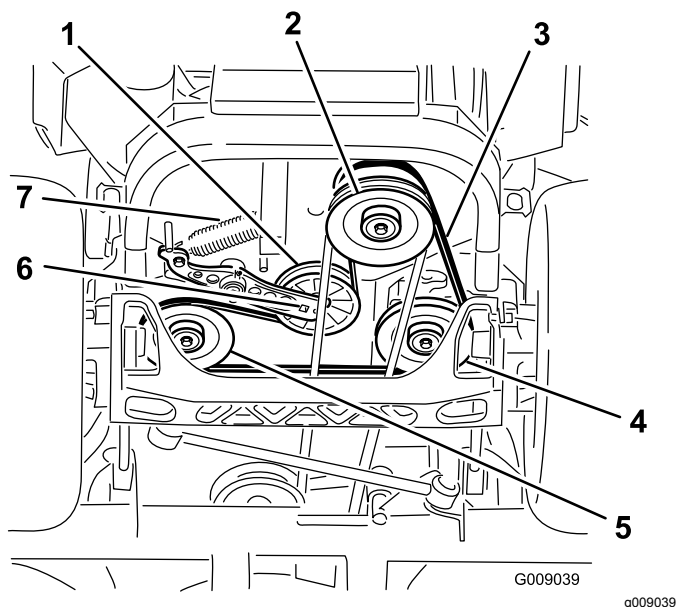

Figure 86
4. Soulevez la machine sur des chandelles (Figure 86).
5. Insérez un rochet dans le trou carré du bras de la poulie de tension pour déposer le ressort (Figure 86).
6. Décrochez le ressort de la poulie de tension du cadre (Figure 86).
9. Insérez un rochet dans le trou carré du bras de la poulie de tension pour installer le ressort de la poulie sur le cadre (Figure 86).